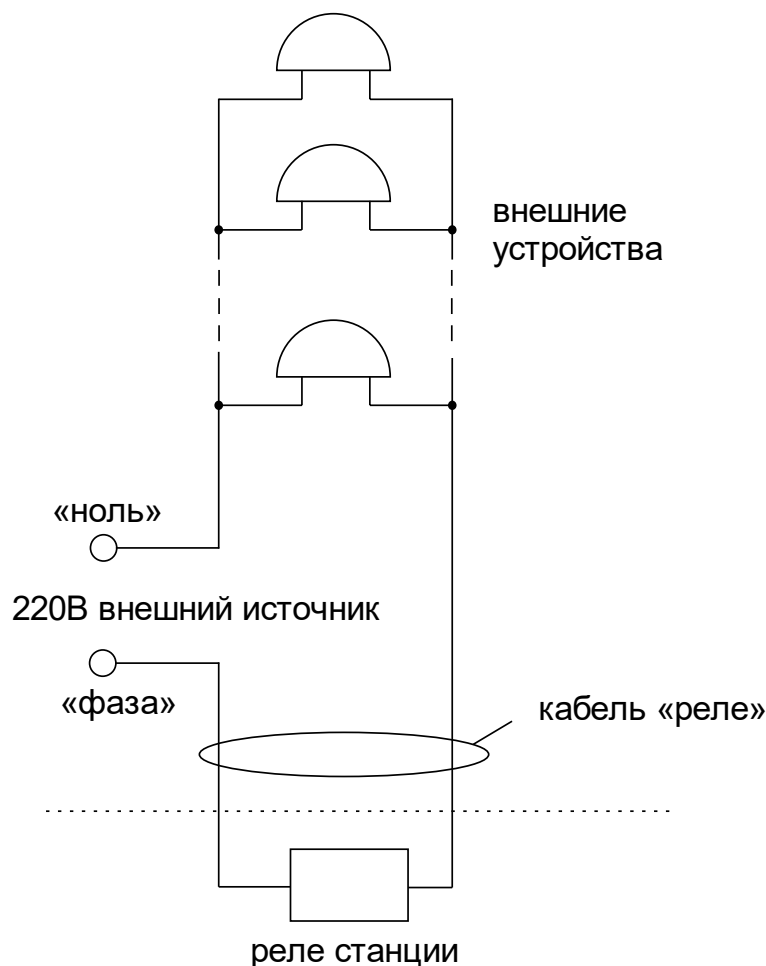

Рис. 1.
Подключение внешних устройств должно производиться по схеме рис. 1. В соответствии со схемой включение внешних устройств производится с применением внешнего источника напряжения 220 В (не используется электропитание самой часовой станции).
4.5 Подсоедините кабели «Реле 1 и «Реле 2»» через клеммную коробку к цепям включения внешних устройств следующим образом (см. рис. 1; показана схема включения для одного реле, для второго реле схема аналогичная). На один из проводов кабеля «Реле» необходимо подать «фазу» внешней питающей электросети 220 В, предназначенной для питания внешних устройств; второй конец кабеля «Реле» подключить непосредственно к одному из входов питания внешних устройств; другой вход питания внешних устройств подключить на «ноль» питающей электросети 220 В. Все внешние устройства должны быть соединены друг с другом по входам питания параллельно. К внешним устройствам относятся, например, школьные звонки громкого боя.